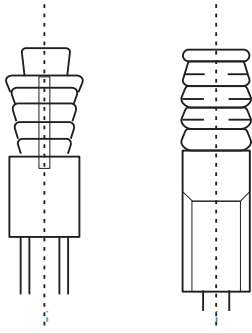

Imagen 3.2
- Determine la ubicación en el techo de la habitación o el techo del edificio para el montaje, y taladre cuatro orificios de $\Phi 12$ mm x 50-55 mm. A continuación, incruste y coloque los anclajes del gancho de expansión (accesorio comprado 2) en estos orificios. Consulte la Imagen 3.2.